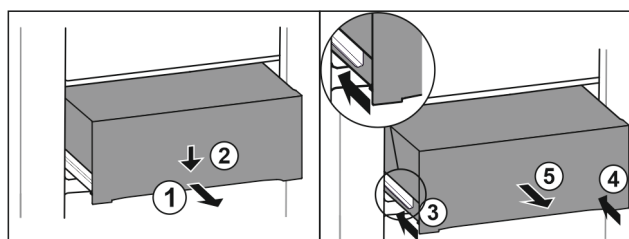

Fig. 123
- Zásuvku napůl vytáhněte. Fig. 123 (1)
- Stlačte zásuvku na přední straně dolů. Fig. 123 (2)
- Zasuňte levou kolejničku přibližně do 2 cm. Fig. 123 (3)
- Zasuňte pravou kolejničku přibližně do 2 cm. Fig. 123 (4)
- Vyjměte zásuvku dopředu. Fig. 123 (5)